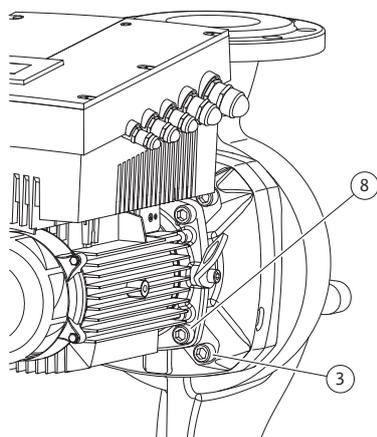

Fig. 45: Опциональное крепление съемного блока
11. Отвернуть и извлечь винты (рис. 6, поз. 3). На некоторых типах насосов выворачиваются внешние винты (рис. 45, поз. 3). Съемный блок (см. рис. 12) после извлечения винтов остается в стабильном положении на корпусе насоса. Опасность опрокидывания, в том числе при горизонтальном расположении вала мотора, не возникает.
16. В зависимости от типа насоса отвернуть винты (рис. 6, поз. 10) или винты (рис. 45, поз. 8).
22. Промежуточный корпус осторожно надеть на вал и установить в прежнем или другом требуемом угловом положении относительно фланца мотора. Соблюдать допустимые варианты монтажа компонентов (см. главу 7.1 «Допустимые варианты монтажа и изменение расположения компонентов перед установкой» на стр. 187). Промежуточный корпус закрепить на фланце мотора при помощи винтов (рис. 6, поз. 10) **или** — для типов насоса/промежуточного корпуса согласно (рис. 45) — винтов (рис. 45, поз. 8).